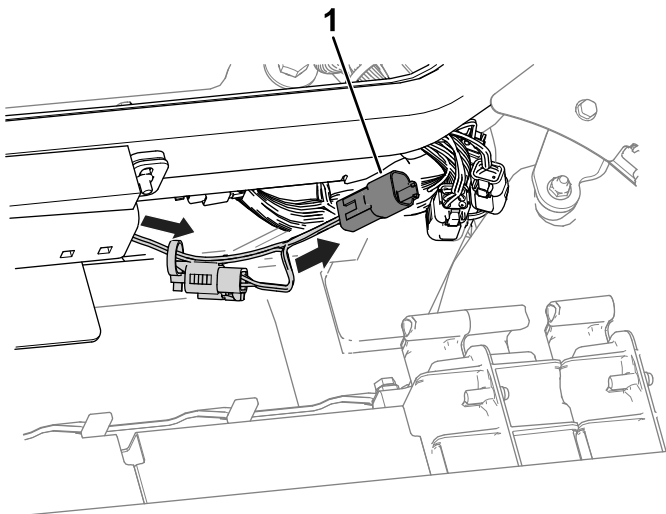

Figur 4
4. Använd ett kabelband och ett tryckfästelement för att fästa kablagent på maskinramen (Figur 4).